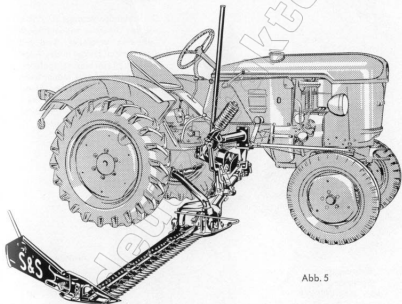

Abb. 5
8. Der **Mähbalken** wird in der üblichen Weise durch 2 Scharnierbolzen mit dem Scharnier verbunden und durch Splinte, die aufgebogen werden müssen, gesichert (Abb. 5).